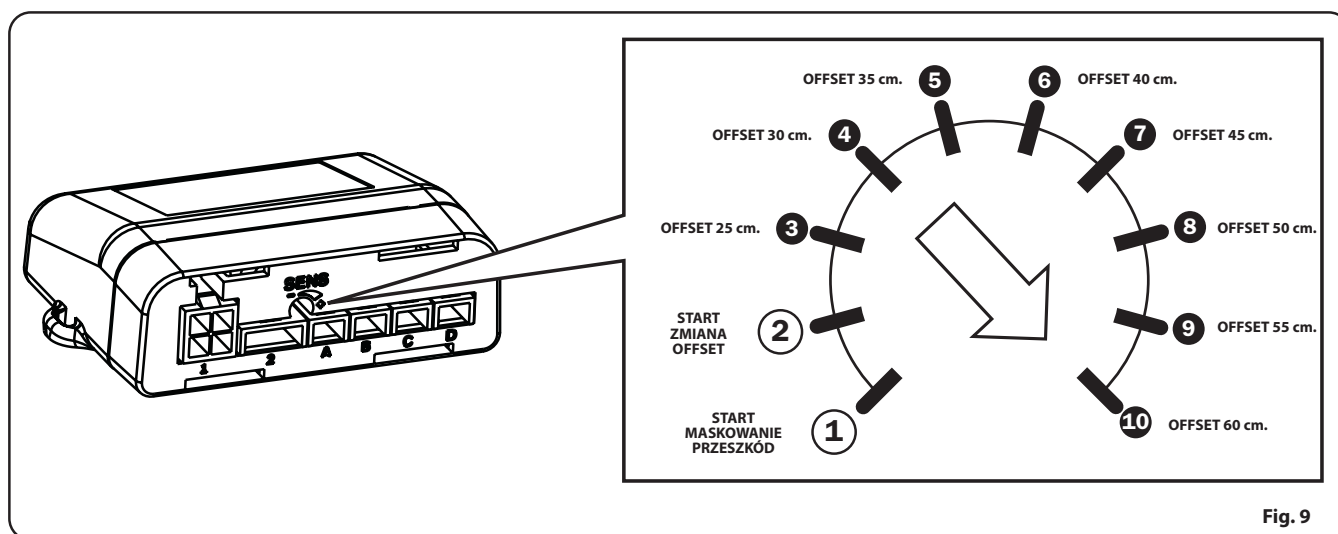

Fig. 9
UWAGA: Przed przystąpieniem do czynności należy wybrać, jaki OFFSET chce się ustawić, określając na Fig.9 jakiemu trymerowi odpowiada (np. 45cm= Poz.7).
- 2 - Ustawić trymer w pozycji 2 (patrz Fig.9).
- 2 - Ustawić trymer w pozycji 1 (patrz Fig.9)